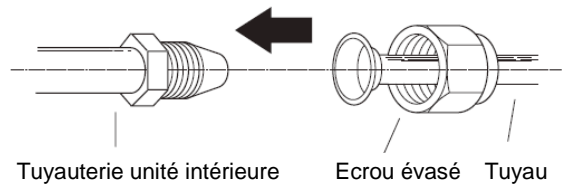

Fig. 5.7
1. Aligner le centre des deux tuyaux à connecter. Voir Fig. 5.7.